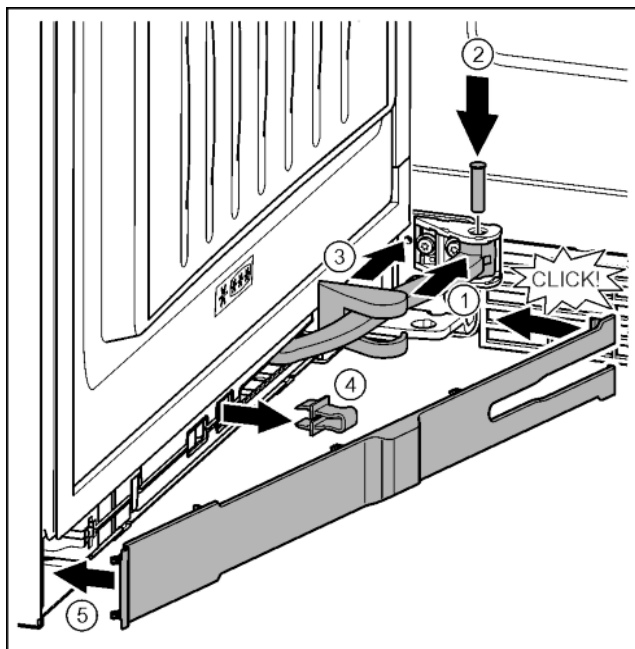

Fig. 37
- ▶ Повернуть шарнир в навеске. Fig. 37 (1)
- ▶ С помощью отвертки T15 вставить палец в навеску и шарнир. При этом следить за тем, чтобы выступ фиксатора занимал правильное положение в пазу. Fig. 37 (2)
- ▶ Переместить крышку вдоль шарнира и установить над навеской. Fig. 37 (3)
- ▶ Снять предохранитель. Fig. 37 (4)
- ▶ Установить крышку со стороны ручки и повернуть. Fig. 37 (5)